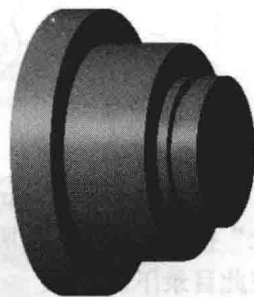

图 1-31 创建其他旋转特征
(13) 按照相同的方法，创建第 3 个（ $\phi 70\text{mm} \times 5\text{mm}$ ）、第 4 个（ $\phi 60\text{mm} \times 5\text{mm}$ ）、第 5 个（ $\phi 70\text{mm} \times 10\text{mm}$ ）旋转特征，如图 1-31 所示。